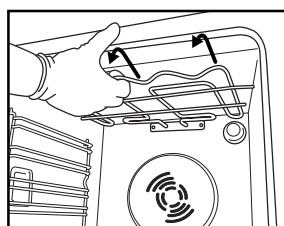
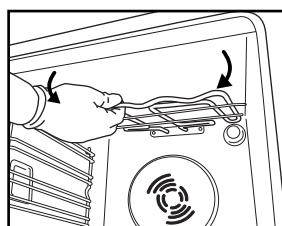

Fig. 4
Fig. 5
2. Trekk elementet litt ut (fig. 4) og senk det (fig. 5).